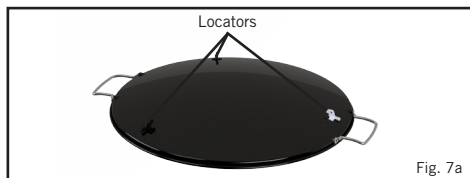

Fig. 7a
- Placez le plateau du brûleur (F) sur l'assemblage du trépied et la tige.
- Pour préparer le Skottel Braai pour l'utiliser, placez-le sur le plateau du brûleur (F) de manière à ce que les trois repères (V) (Fig. 7a) correspondent parfaitement avec le rebord sur la circonférence du plateau du brûleur (F), garantissant ainsi une installation stable.